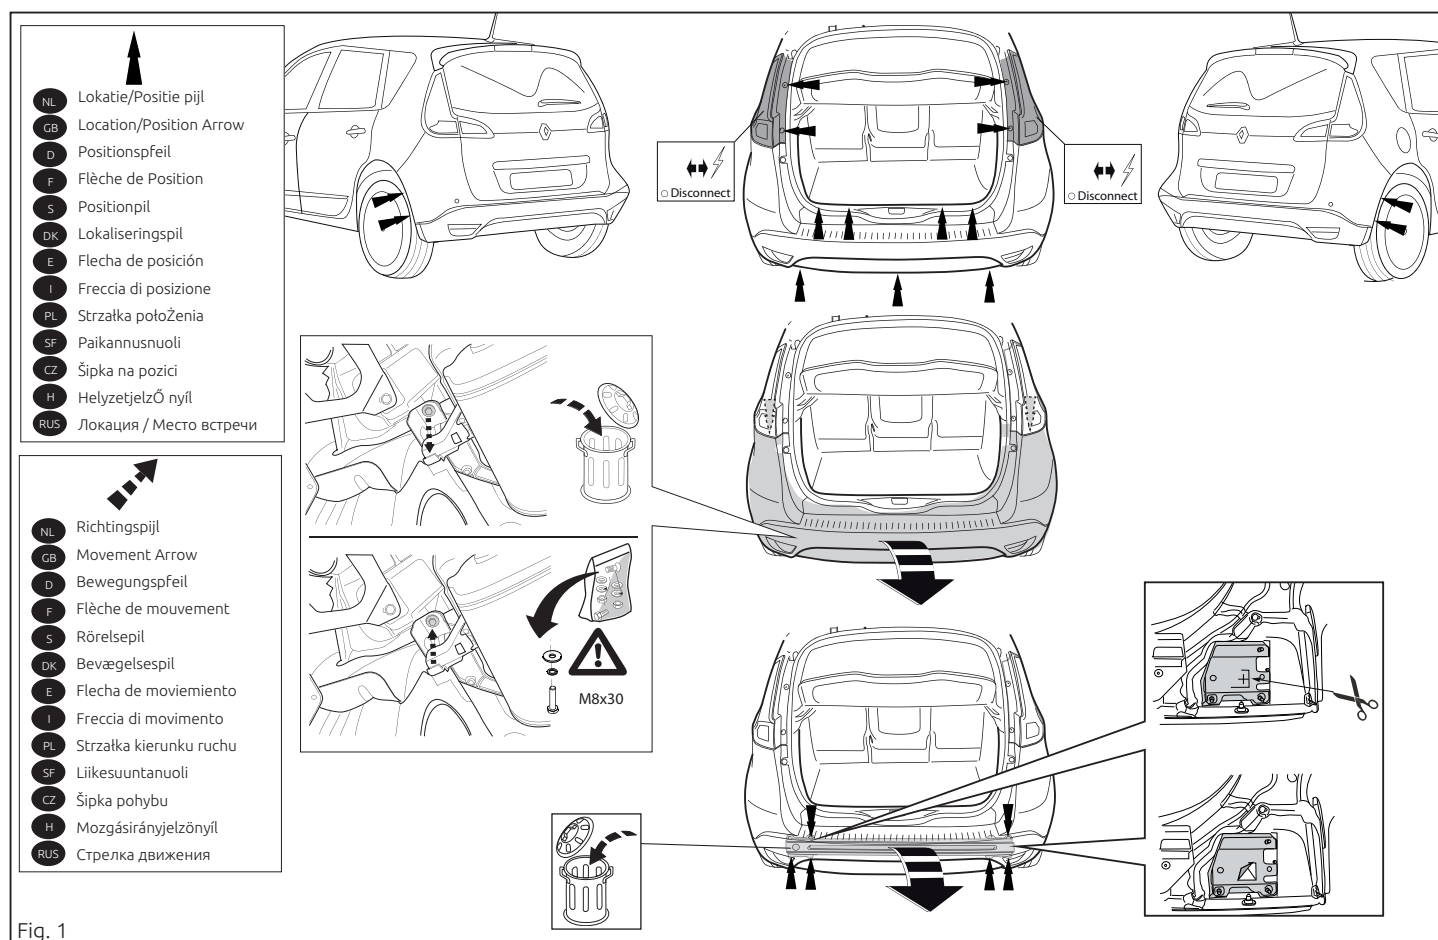

Fig. 1
2. Remove the last exhaust suspension bracket on the left. See figure 1.
1. Die Rücklichter abmontieren. Die Stoßstange einschließlich des stählernen Stoßbalkens vom Fahrzeug abmontieren. Der Stoßbalken wird nicht mehr benötigt. Links den hintersten Auspuffaufhängungsbügel abmontieren. Siehe Abbildung 1.
1. Démontez les feux arrière. Déposer le pare-chocs du véhicule y compris la traverse en acier ; la traverse ne sera plus utilisée. Démontez à gauche le collier de fixation de l'échappement arrière. Voir la figure 1.
1. Demonter baglysenhederne. Demonter kofangeren, inklusive køretøjets stålstødbjelke. Stålstødbjelken skal ikke længere anvendes. Demonter til venstre den bageste udstødningsophængsbøjle. Se fig. 1.
3. Anbring afdækningen som angivet. Se fig. 1.
1. Снять оба блока задних фар. Снять бампер вместе со стальным буферным брусом автомобиля. Буферный брус больше не понадобится. Снять слева последний кронштейн подвески выхлопной трубы. См. рисунок 1.